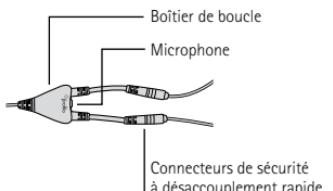

Figure 7
- ▶ Attachez correctement les connecteurs de sécurité à désaccouplement rapide (figure 7).
Le double connecteur de sécurité à désaccouplement rapide doit être correctement raccordé pour la bonne transmission du signal, aucun espace ne doit se trouver au niveau des connecteurs de sécurité (figure 7).